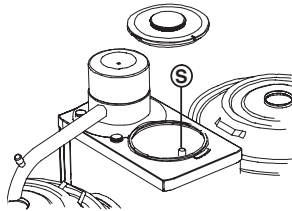

Fig. 22 Tuyau de trop plein du générateur eau chaude
- Videz le reste d'eau par le tuyau de trop plein. Pour ce faire, tirez sur le tuyau de trop plein (S.) se trouvant dans le générateur eau chaude par l'embout isolant (fig.22).
- Videz l'eau restante par le tuyau de trop plein. Pour ce faire, tirez sur le tuyau de trop plein (S., fig.22) .
- Videz l'eau restante par le tuyau de trop plein. Pour ce faire, tirez sur le tuyau de trop plein d'eau (S., fig.22) .
- Videz l'eau restante par le tuyau de trop plein. Pour ce faire, tirez sur le tuyau de trop plein (S., fig.22 ).